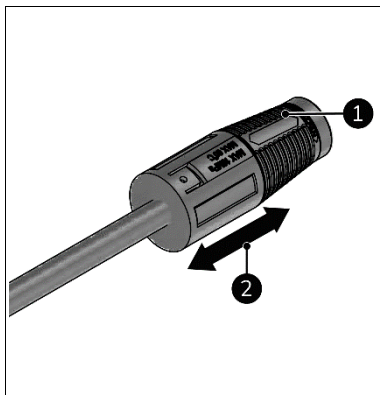

Figure 18
4. Pour modifier la pression de la buse réglable (Figure 18, pos. 1) :
- Glisser vers l'avant pour une pression élevée (Figure 18, pos. 2) ;
- Glisser vers l'arrière pour une pression basse (Figure 18, pos. 2).